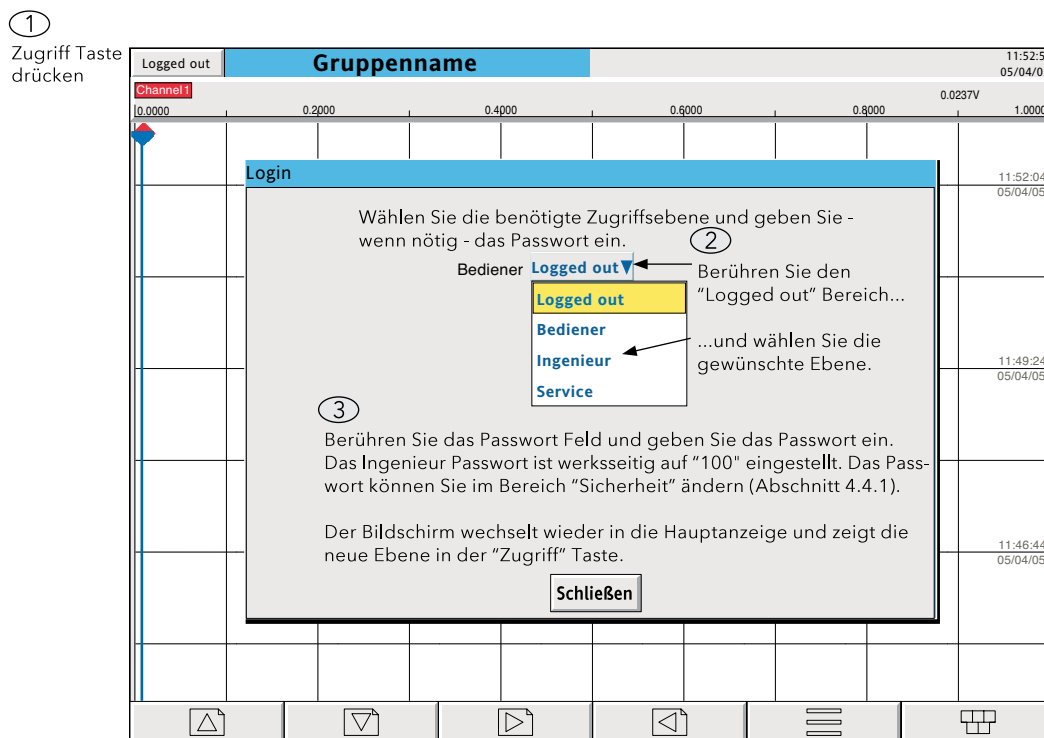

Abbildung 3.3.1a Konfigurationszugriff
- 1 Betätigen Sie nach der Initialisierung die Zugriff Taste in der linken oberen Ecke (Abbildung 3.3.1a).
3. In Abbildung 3.3.1a sehen Sie die Standard Login Methode: „Login über Bedienerliste“. Haben Sie die Auditor und/oder die Sicherheits Management Option freigegeben, steht Ihnen eine alternative Login Methode zur Verfügung. Dabei müssen Bediener Name und zugehöriges Passwort eingegeben werden, d. h., es steht keine Liste mit Bedienern/Zugriffsebenen zur Auswahl. Weitere Details in Abschnitt 4.4.2 (Management).